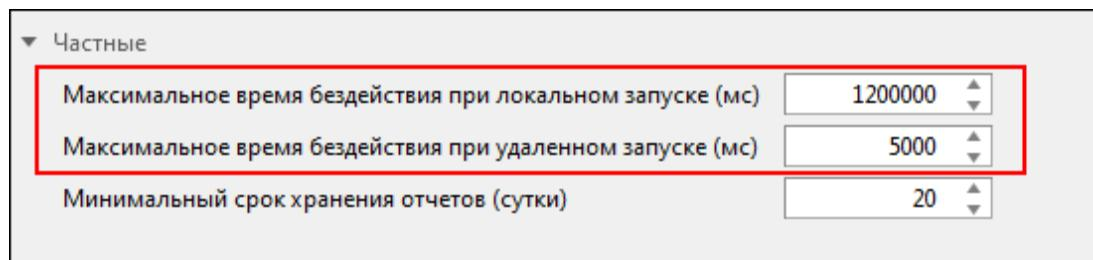

Рисунок 182 - Модуль обработки бланков переключений
8. Нажмите на Модуль обработки бланков переключений и убедитесь, что в его частных настройках выставлены (Рисунок 182):